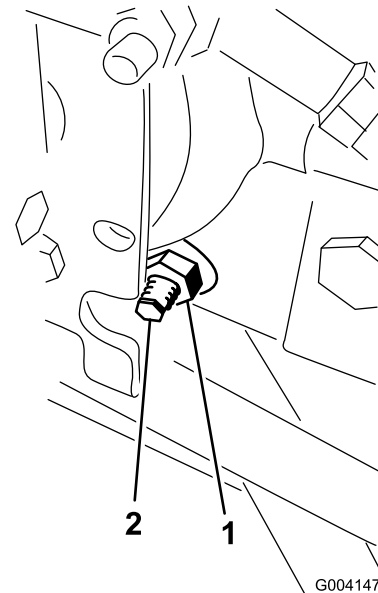

図 54
3. ハイドロスタットの右側にあるトラクション調整カムのロックナットをゆるめる 図 54。